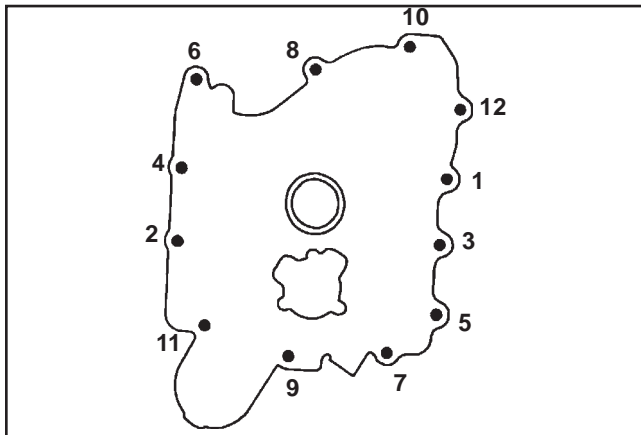

Abbildung 11-20. Anzugsreihenfolge für Lagerplatte.
4. Ziehen Sie die Befestigungen in der auf Abbildung 11-20 angegebenen Reihenfolge mit 24,4 Nm an.